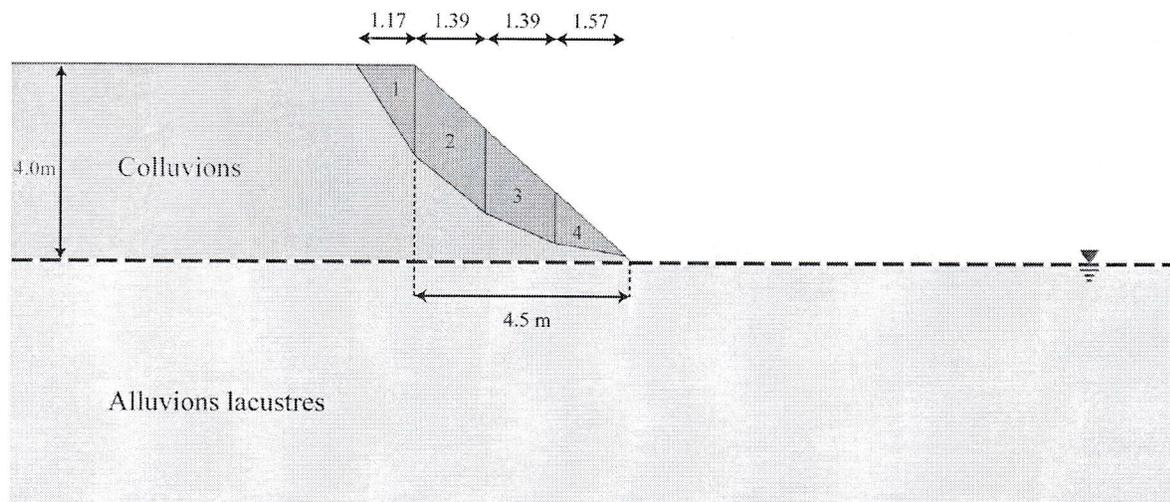

Figure 1 : Schéma de la pente avec un plan de rupture circulaire
10.1 : Calculez, par la méthode de Bishop simplifiée, le facteur de sécurité à long terme présenté par la surface de rupture circulaire proposée à la figure 1.